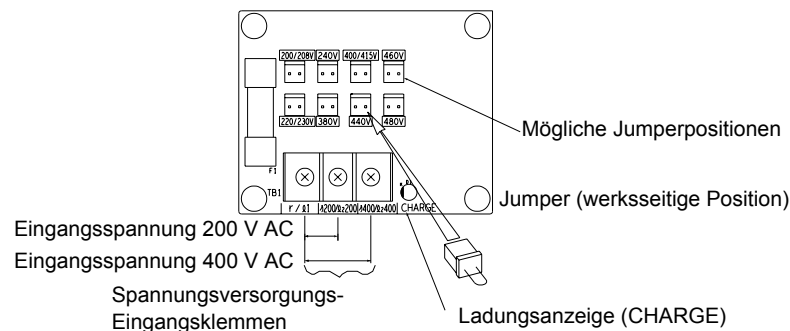

Abb. 4 2 Einstellen der Jumpers für die Versorgungsspannung
4. Setzen Sie den Jumper auf die Position, die der tatsächlichen Eingangsspannung des Frequenzumrichters entspricht (siehe Abb. 4 2).